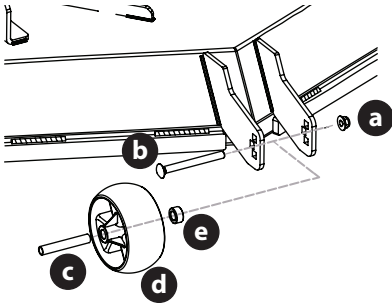

Figure 16
6. Retirez l'écrou autobloquant (a) qui sert à retenir la roue antidégazonnement avant au plateau de coupe. Enlevez la vis à épaulement (b), l'entretoise (c) et la bague (e) pour retirer la roue (d) (Figure 16).